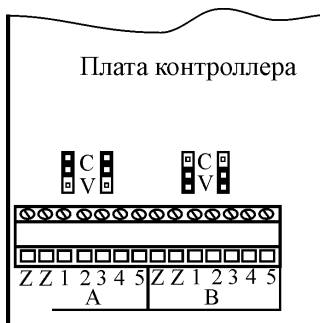

Рисунок 4
6. Установите парные перемычки для каждого блока вызова на плате в положение «С», если к видеомонитору подключен блок вызова с КМЛС или прямой адресации, в положение «V», если подключен блок вызова с видеоканалом (ЦИФРАЛ М-1.1V, др.) (см. рисунок 4).